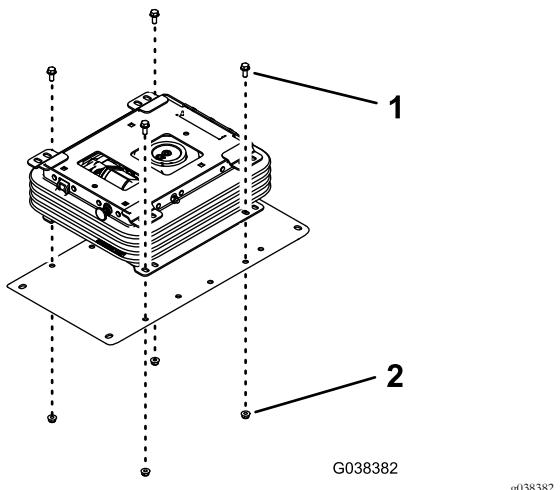

図4
3. サスペンションアセンブリを座席取り付けプレートに仮止めするボルト5/16 x 3/4インチ4本とナット5/16インチ4個を使用して図4のように取り付ける。